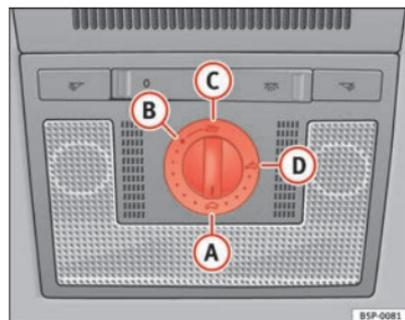

Fig. 69 Detalle del revestimiento interior del techo: mando giratorio del techo corredizo / deflector
- Gire el mando a la posición **A** ⇒ fig. 69 ⇒ ⚠.